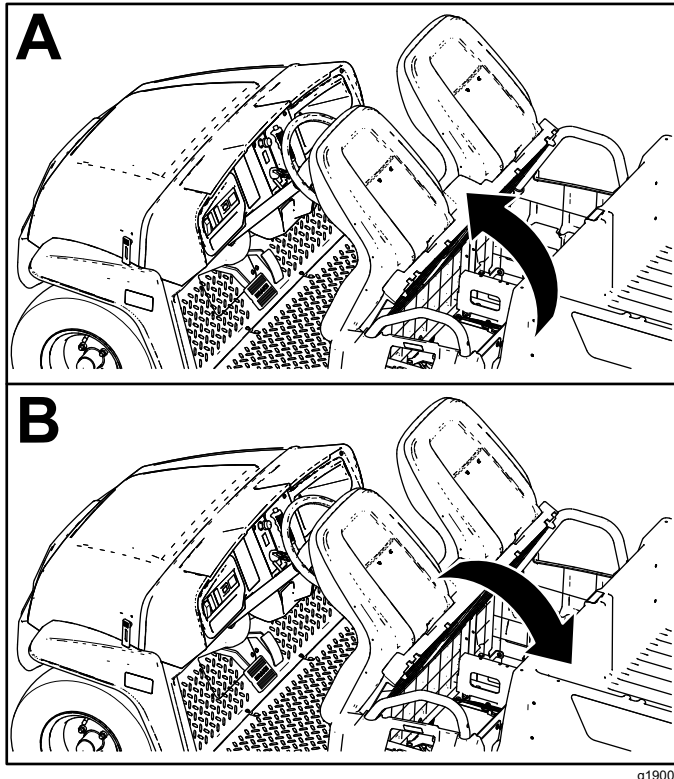

Bild 29
Schieben Sie den Sitz vorwärts, bis er am Lenkrad aufliegt, um ihn anzuheben (Bild 29).
Schieben Sie den Sitz rückwärts, bis er in der Ausgangsstellung ist, um ihn abzusenken (Bild 29).
1. Schieben Sie den Sitz vorwärts in die angehobene Stellung (Bild 29).